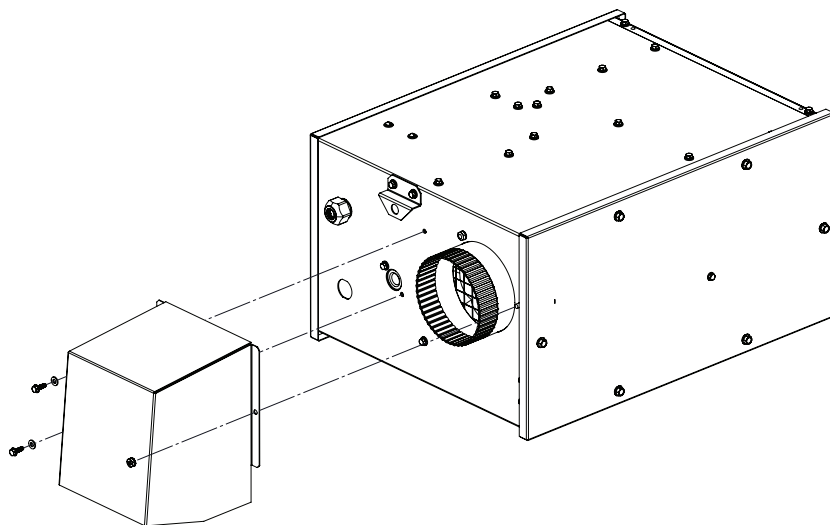

Figure 27. Installation d'une hotte d'entrée d'air de combustion (modèle VZH)
1. Retirez et conservez les vis et l'écrou illustrés à la **Figure 27**.
2. Positionner la hotte d'admission d'air de combustion sur le collier d'admission d'air de combustion comme illustré à la **Figure 27**) et alignez les trous de bride.